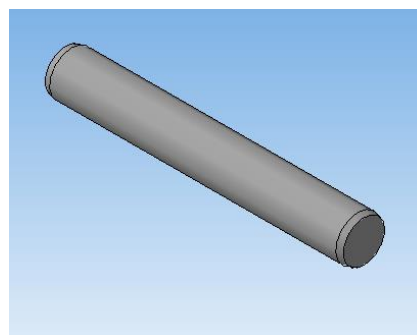

Рисунок 110.
2. Откройте «Библиотеки – Стандартные изделия», раздел «Штифты», выберите «Штифт ГОСТ 3128-70 исп. 2». Задайте геометрические параметры:Диаметр – **3мм**, Длина- **20мм** (рисунок 110).